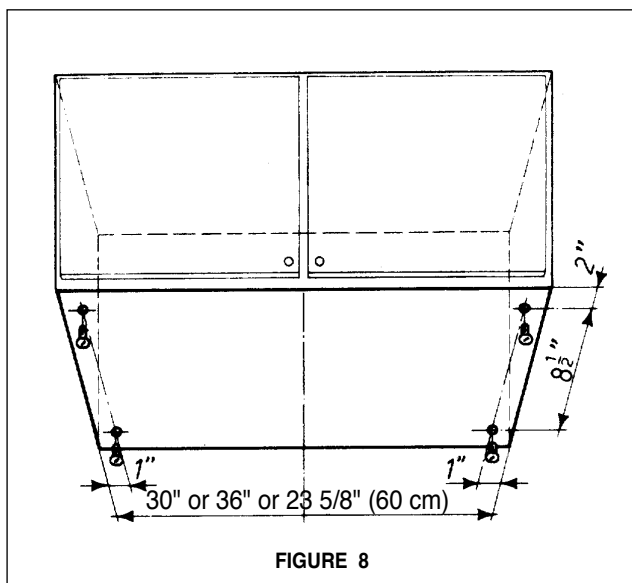

FIGURE 8
3. La hotte Agio se fixe à l'armoire avec quatre vis noir. Marquer l'armoire et placer les vis tel qu'il est indiqué à la **FIGURE 8**. Ne pas serrer les vis.